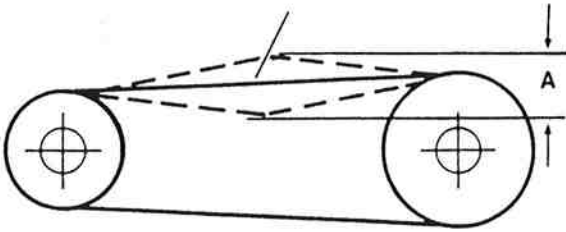

Figura 1-33. Juego libre vertical de la cadena primaria
- *Vea la Figura 1-33. Consulte la Tabla 1-8. Una cadena primaria ajustada correctamente debe tener el juego libre vertical especificado en su tramo superior. Asegúrese de que la medida se tome a la mitad de las ruedas dentadas del motor y del embrague con las ruedas dentadas giradas a la posición más tensa de la cadena.*